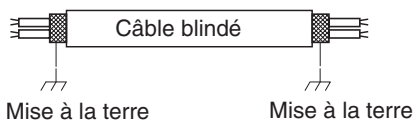

Fig. 4-6
- (5) Utilisez des fils blindés pour le câblage de commande entre unités (C) et mettez à la terre le blindage des deux côtés, sinon des parasites peuvent affecter le fonctionnement. (Fig. 4-6)